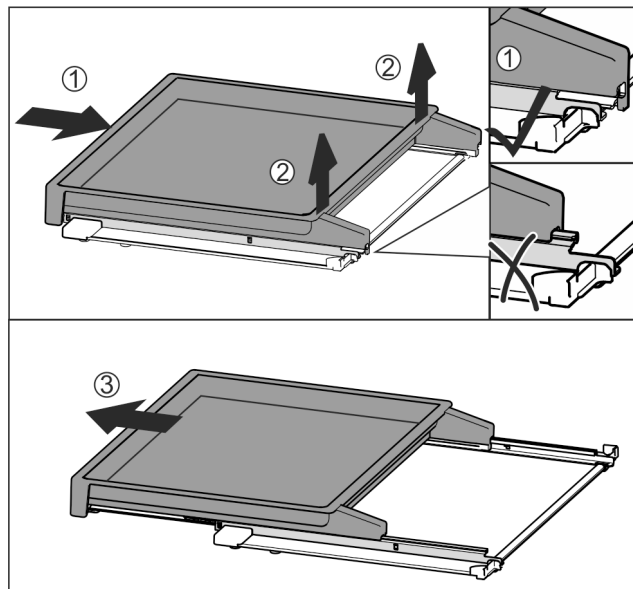

Fig. 109
- Insérer complètement la bordure télescopique Fig. 109 (1).
- La désenclencher à l'arrière Fig. 109 (2).
- Sortir la bordure télescopique par l'avant Fig. 109 (3).